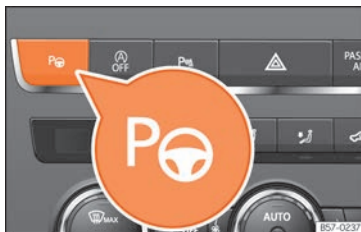

Abb. 185 Im oberen Teil der Mittelkonsole: Taste zum Einschalten des Parklenkassistenten.
Die Bestandteile des Parklenkassistenten sind die Ultraschallsensoren, die sich an den vorderen und hinteren Stoßfängern befinden, die Taste **P** » **Abb. 185** zum Ein- und Ausschalten des Systems und die Bildschirmanzeigen im Kombi-Instrument.
» **Abb. 186**. Außerdem erscheint die verkleinerte Ansicht der weiteren möglichen Einparkweisen » **Abb. 187**. Falls der vom System gewählte nicht mit dem gewünschten Modus übereinstimmt, können Sie durch erneutes Drücken der Taste **P** einen anderen wählen » **Abb. 185**.
• Drücken Sie die Taste **P** **» Abb. 185.** Bei eingeschaltetem System leuchtet eine Kontrollleuchte in der Taste **P** auf. **»**